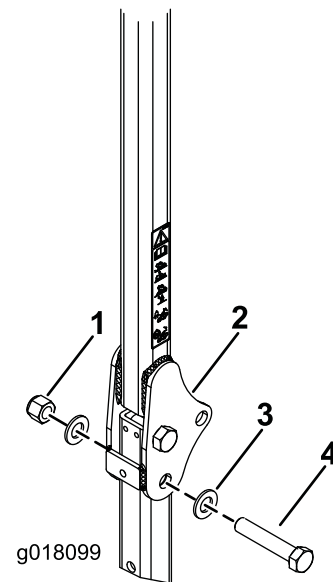

Figura 21
- Coloque una arandela (13/16" x 1½") en cada perno (¾" x 4"), según se muestra en Figura 21.
- En los taladros de donde se retiraron los pasadores, instale los pernos y las arandelas (Figura 21).
- Coloque otra arandela sobre cada perno y sujételas con tuercas (¾"), según se muestra en Figura 21. Apriete las tuercas a 323–396 N·m.
5. Apriete el perno de pivote del ROPS (Figura 21) a 91–113 N·m para evitar que reboten la barra antivuelco y el toldo.